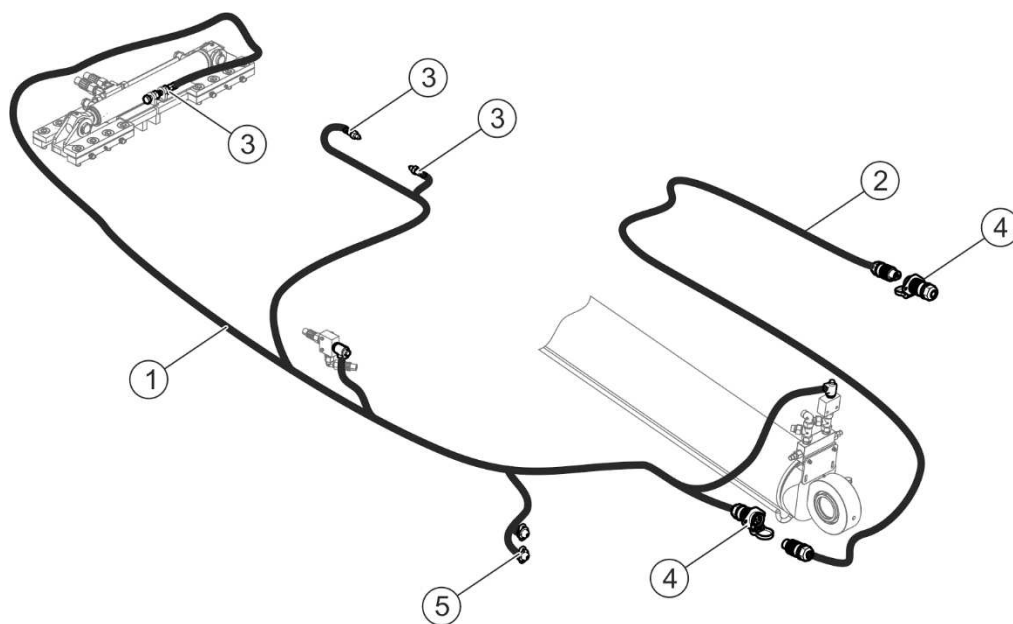

FIGURE 3.13 Schéma de l'installation électrique du système hydraulique
(1) gaine de fils centrale, (2) gaine de fils arrière, (3) gaine de fils avant, (4) gaine de liaison
(5) câble d'alimentation, (6) prise 7 broches
Un câble d'alimentation (2) avec prise 3 broches est destiné au raccordement de l'installation électrique du système hydraulique (figure 3.13) Si le tracteur ne dispose pas de telles prises ou si les prises sont d'un type différent, l'installation doit être réalisée par une personne qualifiée, en conformité avec les recommandations du fabricant du tracteur. L'équipement de base de la remorque contient une prise 3 broches (4) pour compléter l'équipement du tracteur.